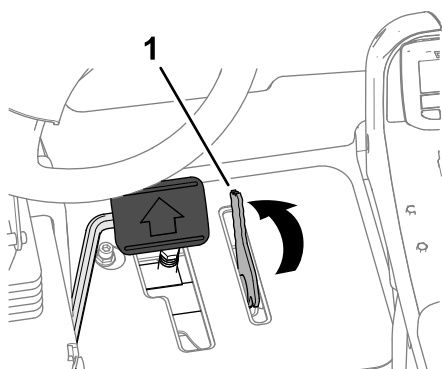

Figura 45
3. Utilice el pie para mover la palanca del limitador de la velocidad de siega hacia adelante a la posición de SIEGA (Figura 45).